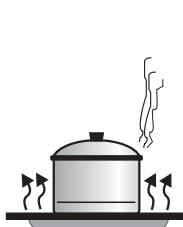

Рис.9
- Диаметры зон нагрева выделены рисунком. Пользуйтесь кастрюлями, размеры которых равны либо больше зоны нагрева. Посуду нужно устанавливать точно по центру (рис. 9).